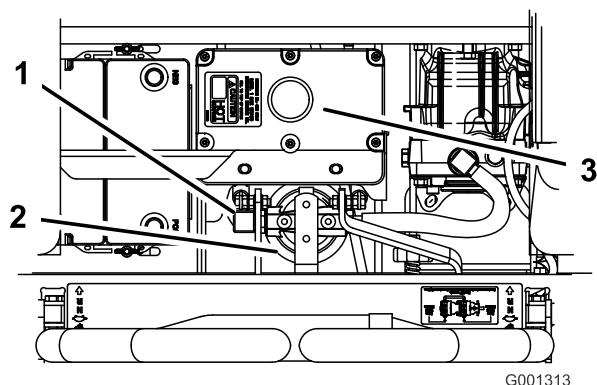

Figure 88
4. Débranchez la conduite hydraulique droite qui est raccordée à l'adaptateur (Figure 88).
6. Rebranchez la conduite hydraulique droite à l'adaptateur (Figure 88).